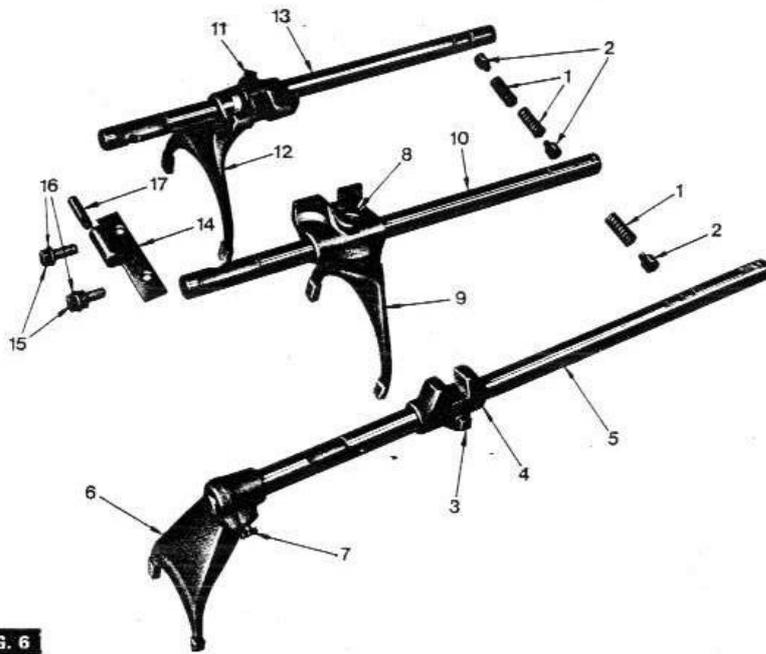

FIG. 6
- 1 - (figure 6) - Couper le fil de freinage des vis de blocage des fourchettes.
- 2 - Retirer la vis (7) puis extraire la fourchette (6).
- 3 - Démonter les vis (16) puis retirer la butée (14) et l'axe (17).
- 5 - Retirer les vis (8) et (11) des fourchettes (9) et (12).
- 6 - Sortir les arbres (10) et (13) du carter. Récupérer les fourchettes.
- 7 - Retirer la vis (3) du sélecteur (4).
- 8 - Sortir l'arbre (5) du carter.
- 1 - (figure 6) - Introduire l'arbre (5) dans le carter, puis dans la fourchette (4). Mettre en place, bloquer et freiner la vis (3).
- 2 - Disposer les fourchettes (9) et (12) dans les gorges des pignons de l'arbre de sortie.
- 3 - Introduire les arbres (10) et (13) dans les fourchettes. Disposer et bloquer les vis (8) et (11). Freiner ces dernières.
- 4 - Mettre en place la fourchette (6) sur l'arbre (5).
- 5 - Bloquer cette fourchette à l'aide de la vis (7) puis freiner cette dernière.
- 6 - Placer l'axe (17) sur la plaque (14), puis fixer cette dernière à l'aide des vis et rondelles.
- 7 - Mettre en place les doigts de verrouillage (2) et les ressorts (1).